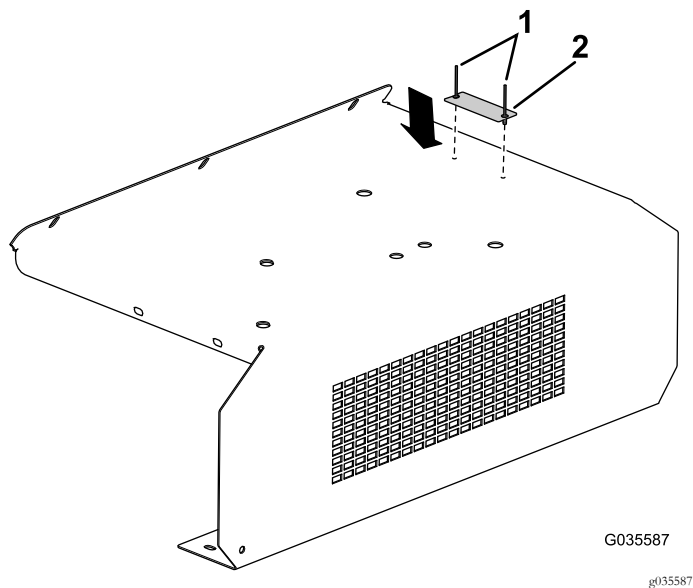

Рисунок 7
2. Снимите болты и шайбы, которые крепят брызговик к машине (Рисунок 7).
5. Установите ранее снятую табличку с заводским номером на новый брызговик при помощи двух заклепок (Рисунок 7).